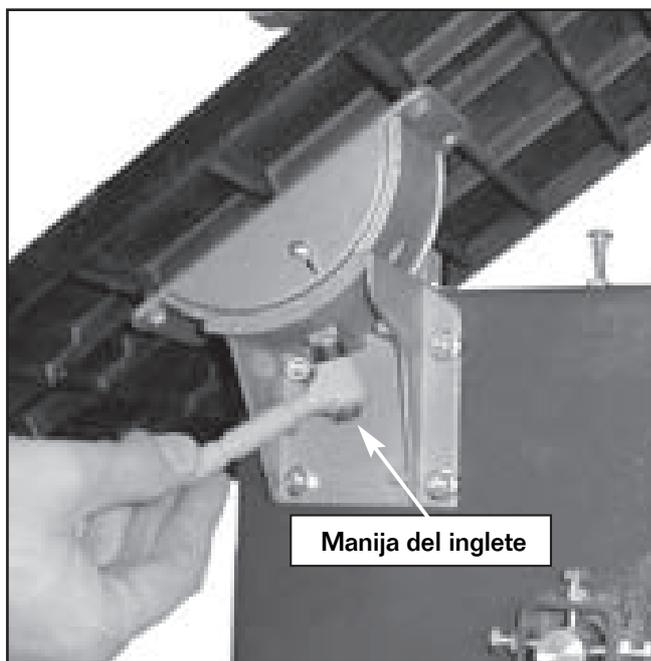

Figura 14
2. de la mesa, ajuste la mesa al ángulo requerido y apriete de nuevo la perilla del trinquete (Vea Figura 14). Se recomienda verificar el ángulo del corte haciendo